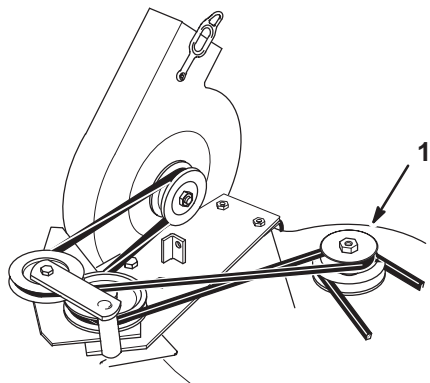

Figure 37
1. Ouvrez le verrou et écarterez le souffleur du plateau de coupe. Retirez la courroie du souffleur de la double poulie (Fig. 37).